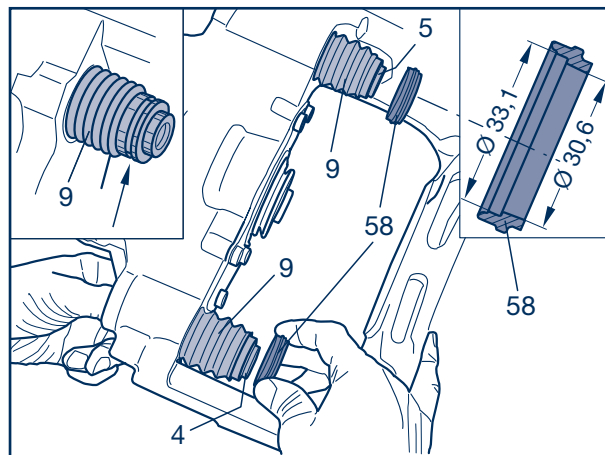

Fig. 7
- [10] Faltenbalg (9) in die Nut (Fig. 7, Pfeil) einsetzen. Durch Aufschieben der Ringe (58), die Faltenbälge (9) in den Nuten der Führungsbuchsen sichern.
- [11] Bremsattel (1) auf den Bremsattelträger (2) setzen.
Bei der Montage des Bremsattels auf richtigen Sitz der inneren Faltenbälge (Fig.7/9) und der Ringe (Fig. 7/58) auf den Führungsbuchsen achten.
- [10] Insert the bellows (9) into the groove (Fig. 7, arrow). Secure the bellows (9) into the grooves in the guide bushes by pushing on the rings (58).
- [11] Place the brake caliper (1) on the brake caliper carrier (2).
- [10] Insérer le soufflet (9) dans la rainure (fig. 7, flèche). En faisant glisser les bagues (58), fixer les soufflets (9) dans les rainures des douilles de guidage.
- [11] Placer l'étrier de frein (1) sur le support d'étrier (2).
- [12] Screw in new cylinder cap screws (39) and (40) and tighten to
When installing the brake caliper, make sure the inner bellows (Fig. 7/9) and the rings (Fig. 7/58) are correctly seated on the guide bushes.
Lors du montage de l'étrier de frein, veiller à ce que les soufflets intérieurs (fig.7/9) et les bagues (fig. 7/58) soient correctement logés sur les douilles de guidage.